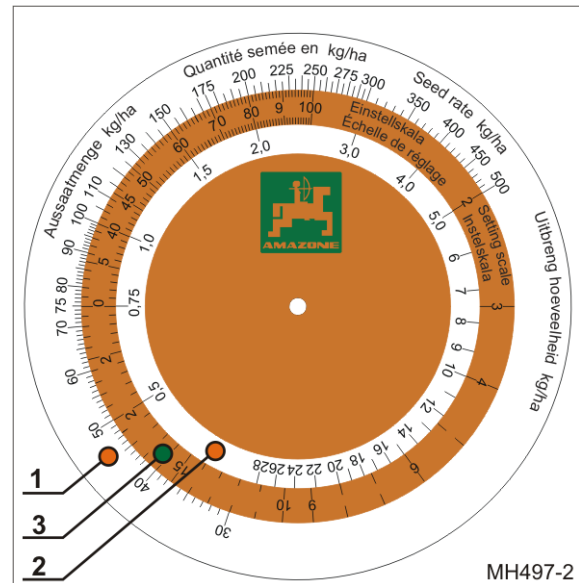

Fig. 70
- en ytre, hvit skala (Fig. 70/1) for alle såmengder over 30 kg/ha
- en indre, hvit skala (Fig. 70/2) for alle såmengder under 30 kg/ha
- en farget skala (Fig. 70/3) med alle girstillinger fra 1 til 100
Regneskiven (Fig. 70) er ikke nødvendig ved elektronisk regulert såmengdeinnstilling.